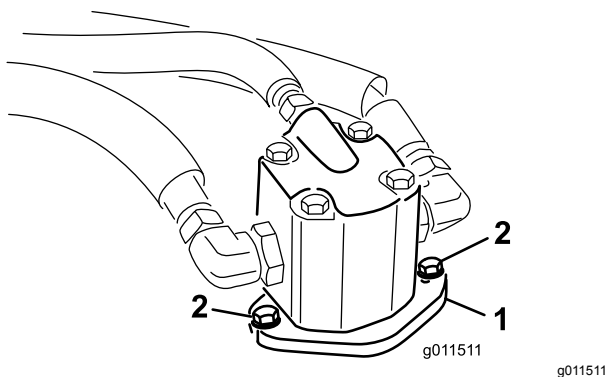

Bild 115
4. Entfernen Sie die Schrauben, mit denen der Hydraulikmotor am Mähwerk befestigt ist (Bild 115).